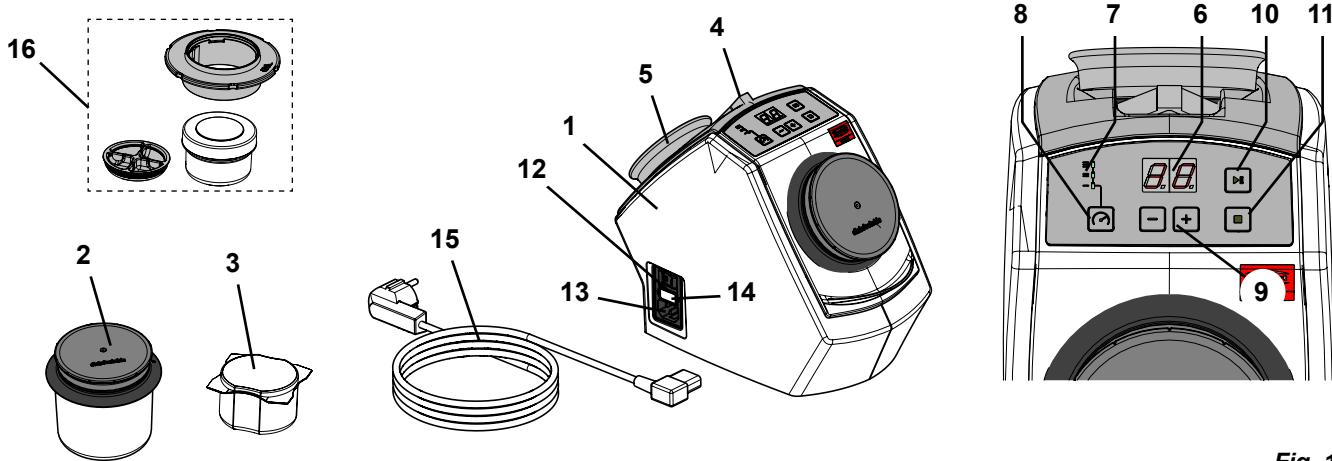

Fig. 1
- L'aimant de maintien (Fig. 1, Pos. 5) contient du plomb
- ⇒ Mettez en place la pince cijointe et l'aimant de maintien dans le logement situé au dos de l'appareil (Fig. 1).
- ⇒ Veuillez choisir le câble électrique (15, Fig. 1) correspondant aux prises de courant présentes dans votre pays.
- ⇒ Brancher le câble d'alimentation (13, Fig. 1) sur la prise de raccordement au secteur de l'appareil.
- ⇒ Mettre en marche l'appareil en appuyant sur l'interrupteur (12, Fig. 1).
- ⇒ Verser 75 g d'aiguilles de nettoyage (ce qui correspond à une unité d'emballage) dans le bol de nettoyage (2, Fig. 1).
- ⇒ Verser ~ 5 g d'aiguilles de nettoyage dans le mini-bol SYMPRO (accessoires) (16, fig. 1)